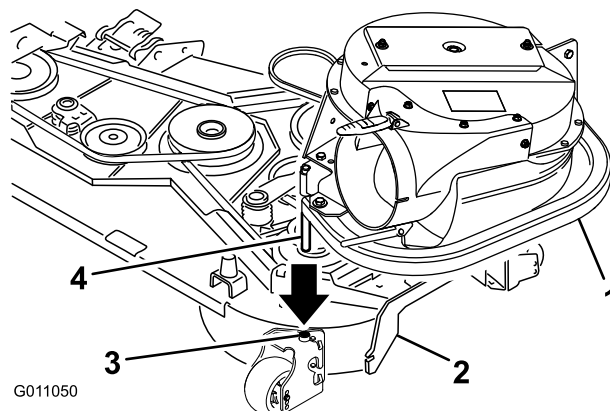

Figure 16
2. Insérez l'ergot du ventilateur dans le trou de pivot (Figure 16).